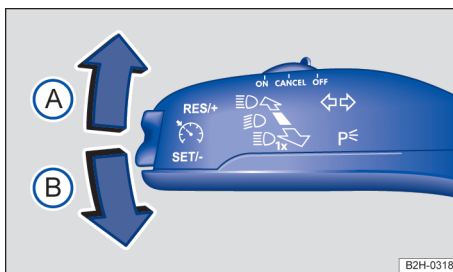

Fig. 78 À esquerda na coluna de direção: alavanca dos indicadores de direção e do farol alto.
- Trazer a alavanca dos indicadores de direção e do farol alto da posição central para a seguinte posição → Fig. 78:
- (A) Luz de estacionamento ligada à direita.
- (B) Luz de estacionamento ligada à esquerda.